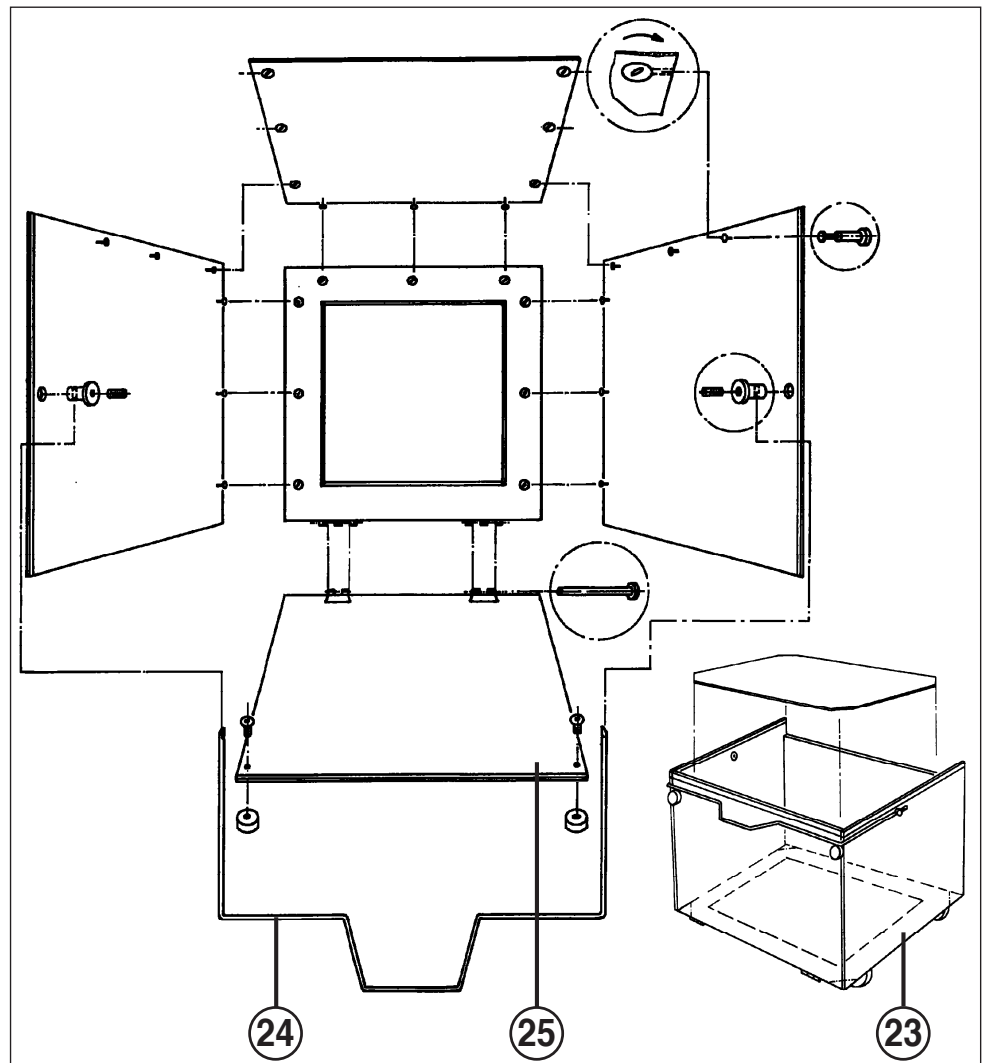

Abb. 4
- 23 = Auffangbehälter (Abb. 4)
- 24 = Bügel für Auffangbehälter (Abb. 4)
- 25 = Behälter-Vorderwand (Abb. 4)
AUFFANGBEHÄLTERS (23) (Abb. 4):